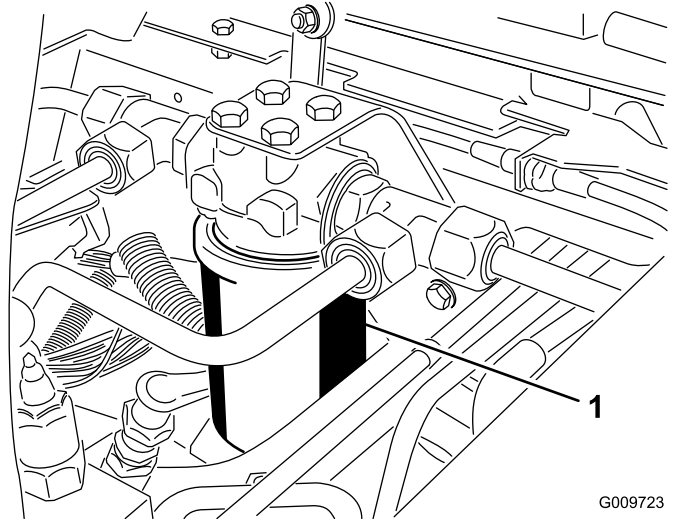
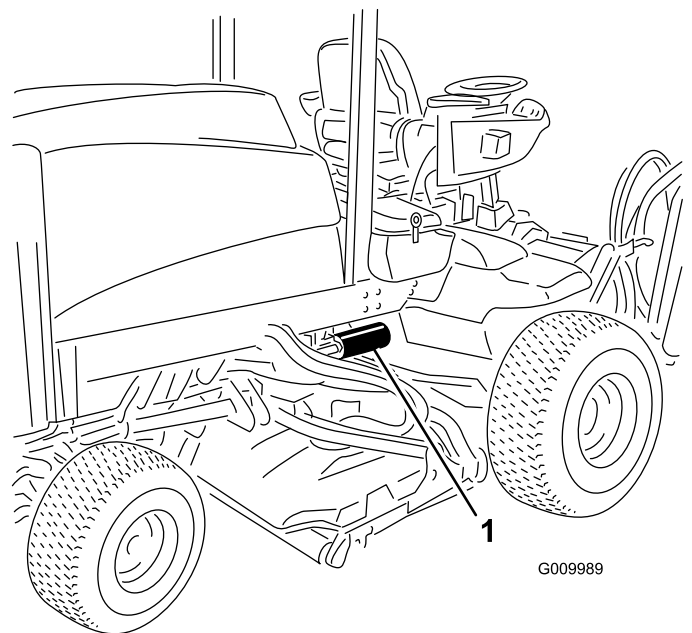

Figura 55
Figura 56
2. Limpie la zona de montaje del filtro. Coloque un recipiente debajo del filtro y retire el filtro (Figura 55 y Figura 56).